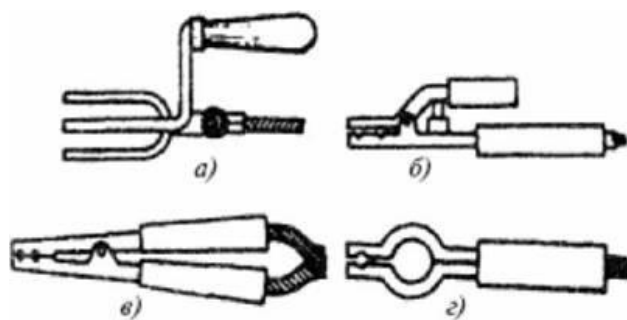

Рис.1
1. Произведите сравнительный анализ конструкций электрододержателей, изображенных на рис. 1